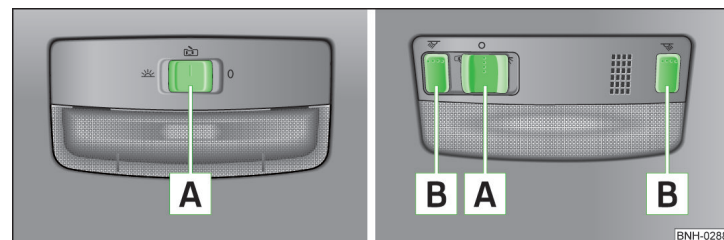

Fig. 41 Lámpara delantera del habitáculo - Variante 1 / Variante 2
**Posiciones del interruptor deslizante** **A** » fig. 41
**Interruptor para las lámparas de lectura** **B** » fig. 41